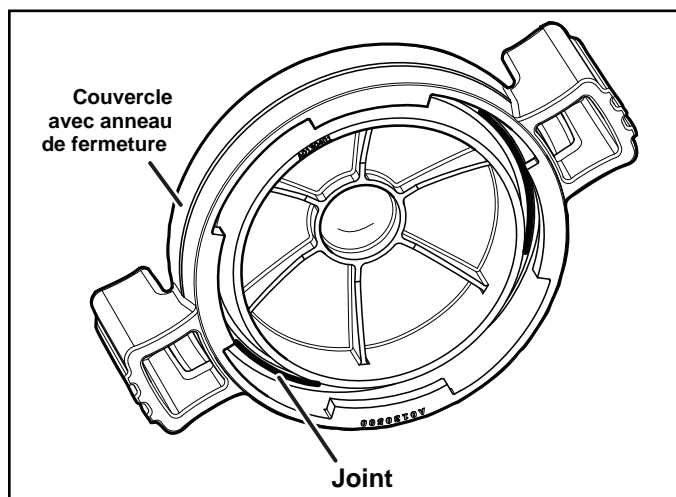

Figure 13. Joint torique dans l'ensemble couvercle
4. En suivant les inscriptions sur l'anneau de fermeture, tourner l'anneau selon le sens antihoraire jusqu'à ce que le repère « START » s'aligne sur les ports. Voir les figures 13 et 14.